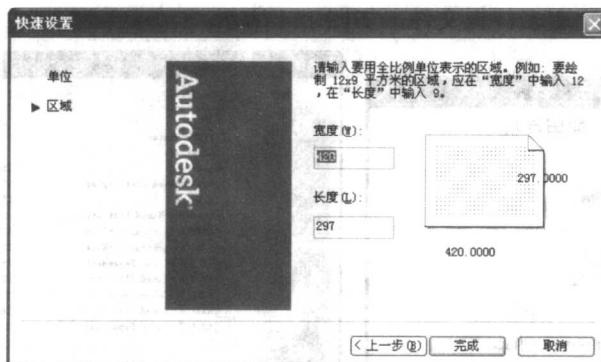

图 1-7 设置绘图区域
(2) 指定绘图区域(如图 1-7 所示), 在编辑框“宽度”和“长度”中分别键入绘图区域的宽度和高度值。默认值分别是 420 和 297, 即工程制图国标中的 A3 图纸幅面。单击“完成”按钮关闭该窗口, 结束绘图参数设置。